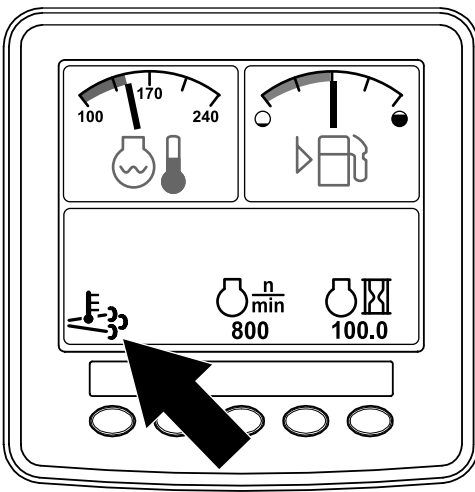

Bild 41
- Das Symbol für die hohe Auspufftemperatur (Bild 41) wird im InfoCenter angezeigt (Bild 41).